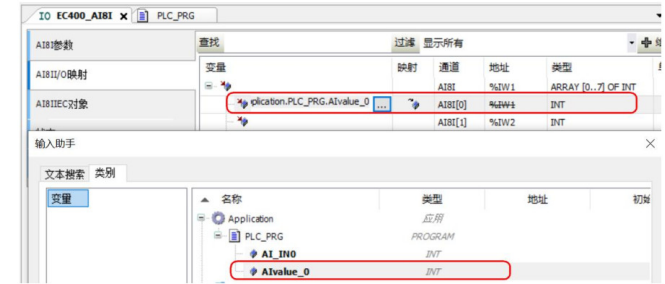

图 10 I/O 映射
- 6) 双击编程界面左侧“EC400 AI8I (EC400 AI8I)”项, 进入“AI8I I/O 映射”界面, 将程序中定义的映射变量 AValue_0 映射到 EC400 AI8I 模块的 0 通道, 如图 10。